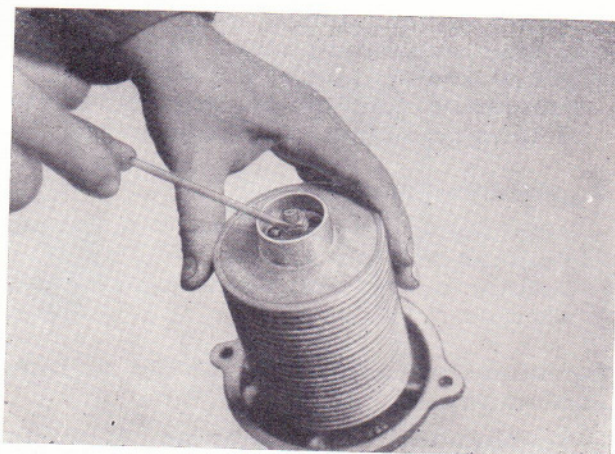

Bild 170
- Dazu unten am Siebkörper das Sicherungsblech aufbiegen und die Sechskantmutter abschrauben (Bild 170).